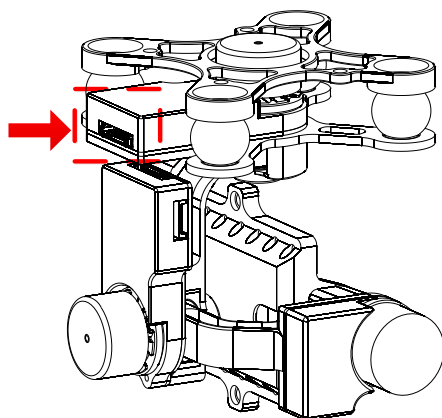

图 1-5
- (6) 使用 H3-3D 云台时，请将 PHANTOM 2 上的 8-Pin 线连接至下图（图 1-5）云台的 G8 接口。